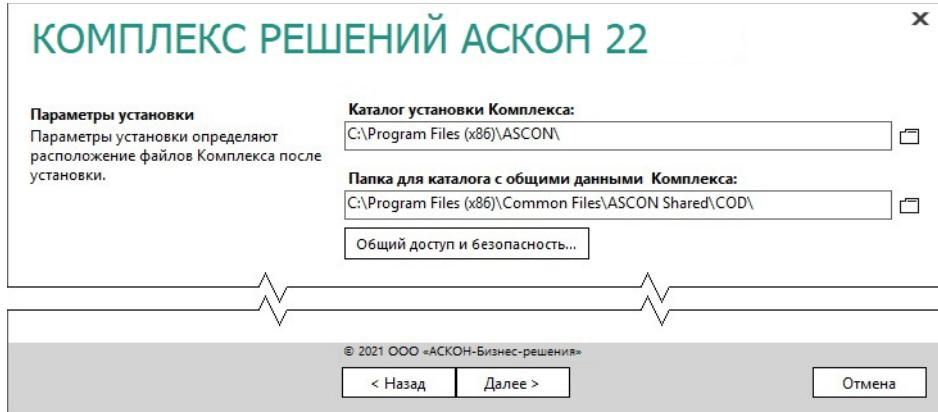

Рис. 3.3
1. Укажите полное имя каталога, в который будут установлены компоненты Комплекса (рис. 3.3). При необходимости воспользуйтесь кнопкой **Выбрать**, чтобы указать каталог в стандартном окне Windows.